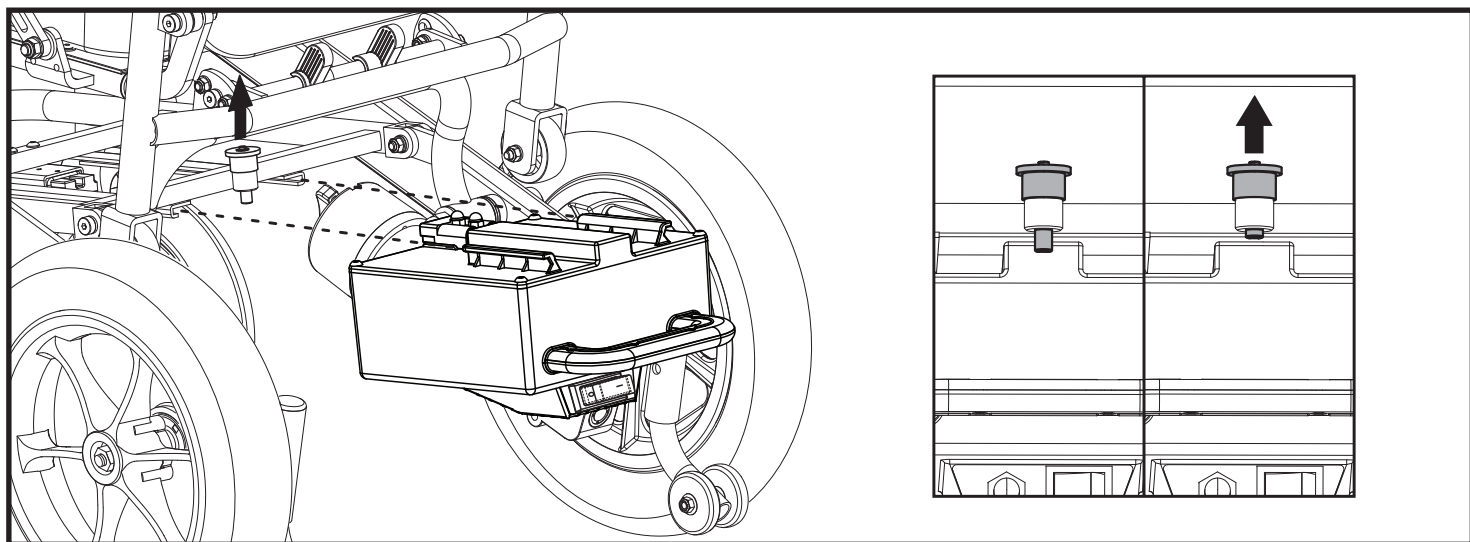

Figure 4. Retrait/installation du boîtier de batterie
2. Installez le boîtier de batterie dans le bac à batterie en le faisant glisser vers l'avant du cadre sous le siège. Poussez le boîtier de batterie vers l'avant le long de la bande de fixation en forme de U et alignez-le avec la borne avant jusqu'à ce qu'il s'enclenche. **Voir la figure 4.**
4. Saisissez la poignée du boîtier de batterie et soulevez la goupille de verrouillage pour désengager le boîtier de la base d'alimentation, puis faites glisser le boîtier de batterie hors de la base d'alimentation. **Voir la figure 4.**